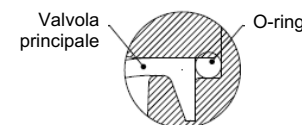

Figura 19. Posizione dell'o-ring
- Assemblare la valvola principale (sottovalvola) al corpo, facendo riferimento alla direzione di montaggio mostrata in Figura 19. Un montaggio errato può causare il malfunzionamento del prodotto.